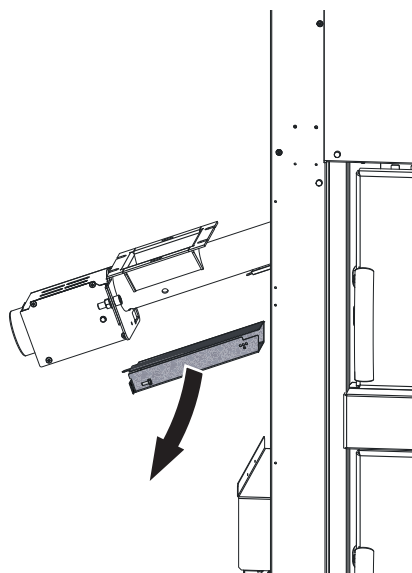

Fig. 34 Montaggio della condotta cavi
- ▶ Smontare la condotta cavi dell'unità tubo della coclea valvola rotativa (Fig. 34): sarà rimontato in seguito – vedi punto 12.24.